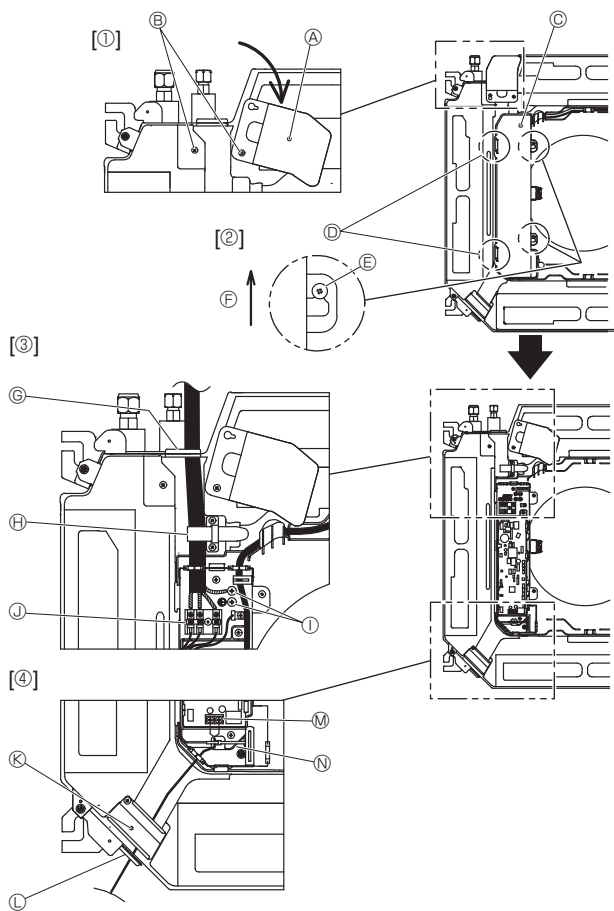
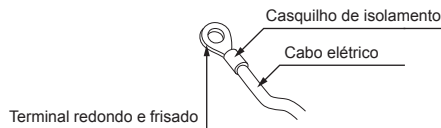
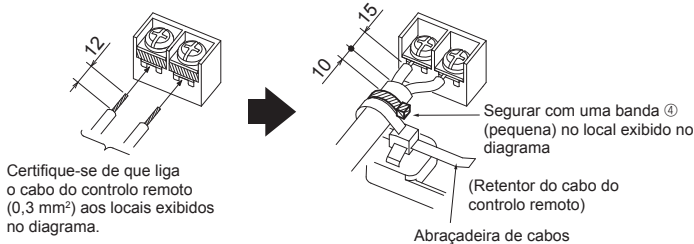

Fig. 6-1
Fig. 6-2
Fig. 6-3
6.1. Unidade exterior (Fig. 6-1)
1. Desaperte os dois parafusos que seguram o painel de serviço da cablagem elétrica e, em seguida, rode o painel. [Fig. 6-1 ①]
2. Desaperte os dois parafusos que seguram a tampa da caixa elétrica e, em seguida, faça deslizar a tampa. [Fig. 6-1 ②]
3. Faça passar o cabo de alimentação, o cabo de ligação da unidade interior/exterior e o cabo de ligação à terra pelas entradas de cablagem mostradas no diagrama. [Fig. 6-1 ③] Coloque a parte revestida do cabo de alimentação e do cabo de ligação da unidade interior/exterior na caixa elétrica. Utilize terminais redondos e frisados para o terminal de ligação da unidade interior-exterior e o kit de terminais de alimentação opcional. [Fig. 6-2] Se não for possível utilizar terminais redondos e frisados, siga o procedimento da Fig. 6-3-6-6. Consulte as secções 6.1.1. e 6.1.2. para obter informações sobre a ligação.
4. Faça passar e prenda o cabo do controlo remoto nas entradas de cablagem mostradas no diagrama. [Fig. 6-1 ④, Fig. 6-3] Consulte as secções 6.1.1. e 6.1.2. para obter informações sobre a ligação.